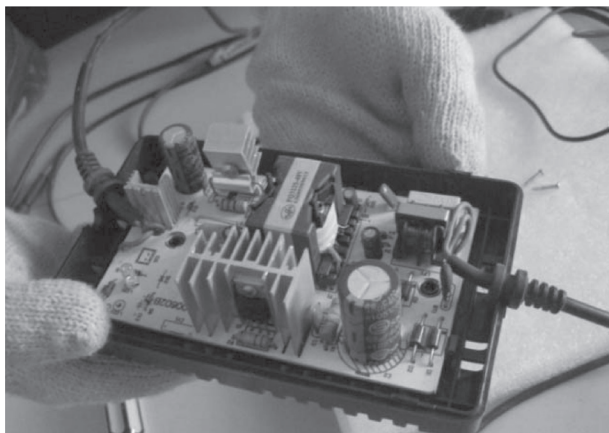

图 4-29 检查桥式整流二极管
2) 再对桥式整流二极管（如图 4-29 所示）进行测量，发现其中一只损坏。